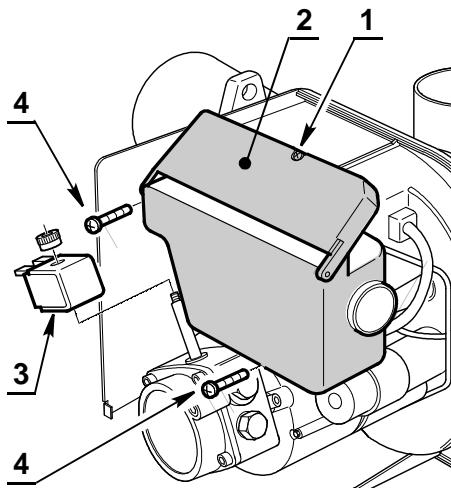

Fig. 15
- desenroscar el tornillo 1)(Fig. 15) y abrir la protección 2).